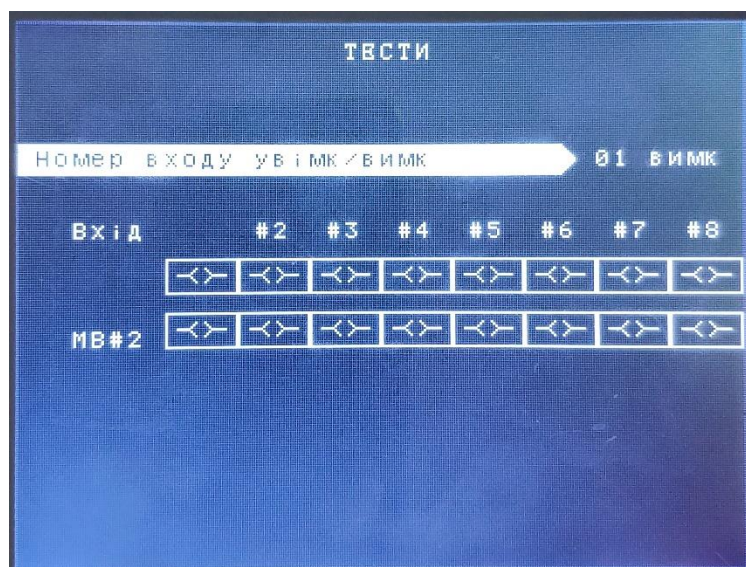

Рисунок 21 – Підрозділ «Тест МВ»
3.2. «Тест МВ» - підрозділ призначений для перевірки дискретних входів модуля МВ (див. рисунок 21). Порядок роботи в даному режимі аналогічний п. 3.1. При тестуванні дискретних входів, пуск аварійних команд не виконується.